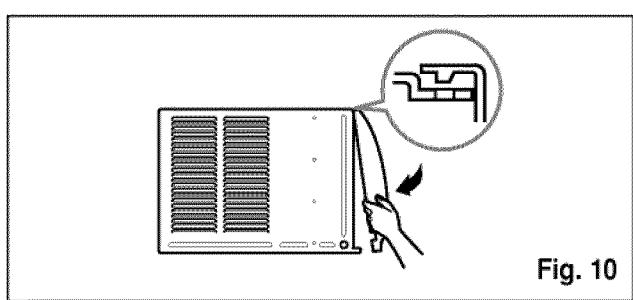

Fig. 10
- Pegue el panel frontal a la caja insertando los fijadores en el panel adentro los del panel de la caja. (Ver Fig. 10)